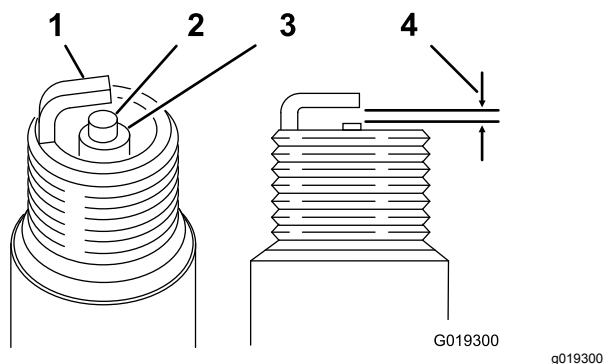

Figura 54
3. Controllate le condizioni degli elettrodi laterale e centrale, e dell'isolatore dell'elettrodo centrale, per accertare che non siano danneggiati (Figura 54).
4. Impostate la distanza tra gli elettrodi (Figura 54) a 0,81 mm tra l'elettrodo centrale e l'elettrodo laterale.